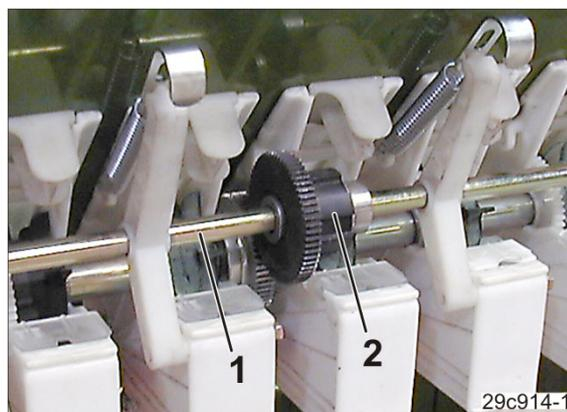

Рис. 104
Промежуточный вал (Рис. 104/1) приводится в движение от высевающего вала через муфту (Рис. 104/2).
Муфта промежуточного вала (Рис. 104/2) может быть задействована
- муфта (Рис. 104/2) приводится в действие;
- промежуточный вал (Рис. 104/1), приводящий в движение высевные катушки технологической колеи, останавливается;